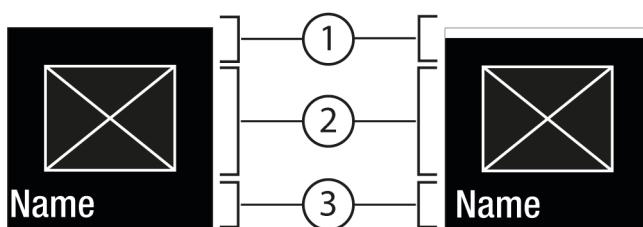

Fig. 6
- ▷ Состояние: активировано Fig. 6 (1) появляется ненадолго в Подменю Fig. 7 (4).